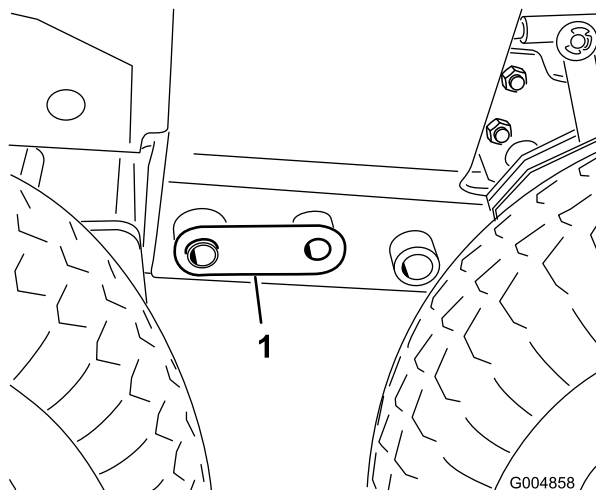

Figura 38
7. Ajuste el gato hasta que se alineen los taladros de 1,00 pulgada del bastidor e introduzca un pasador de acoplamiento en cada lado (Figura 38).